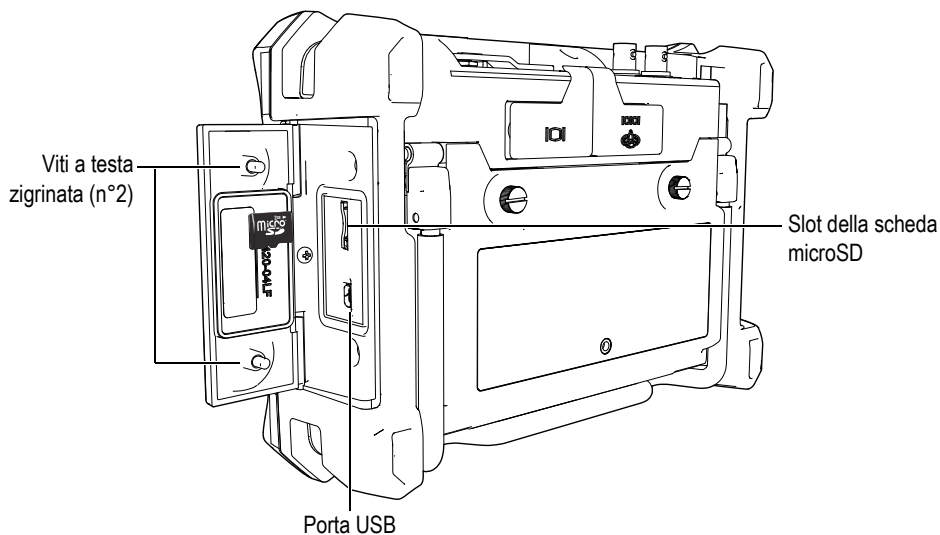

Figura 1-12 Sportello laterale
2. Allentare le due viti a testa zigrinata e aprire lo sportello laterale dell'EPOCH 600 (vedi Figura 1-12 alla pagina 29).
4. Fare scorrere la scheda microSD nell'apposita fessura fino a quando non scatta (vedi Figura 1-12 alla pagina 29).